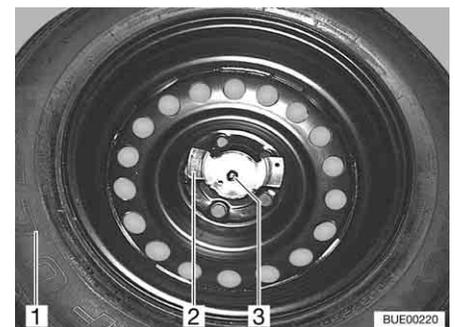

Fig. 215 Fijación de la rueda de repuesto
- Desenroscar las dos tuercas (Fig. 215,2 y 3).
- Sacar la rueda de repuesto (Fig. 215,1) del portador de la rueda de repuesto.